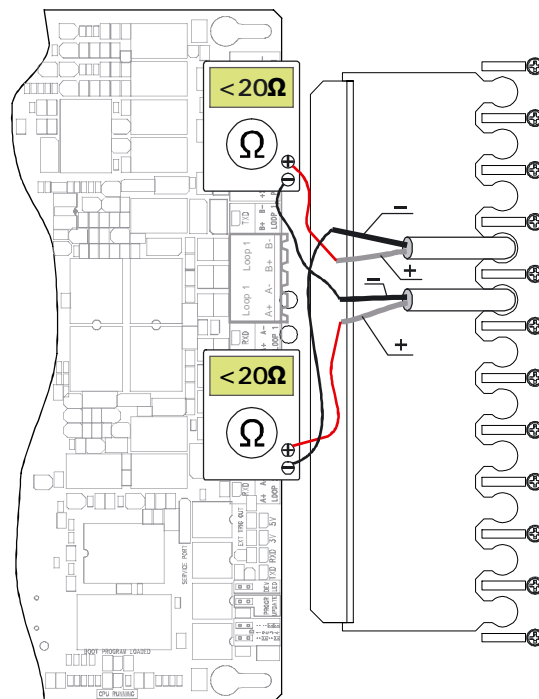

Рис.7
2. Измерьте сопротивление положительного проводника кабеля шлейфа от выхода до возвращаемого конца. Также измерьте отрицательный проводник. Сопротивления + и - проводников шлейфа сложенные вместе, могут быть максимум 40 Ом, а различие в сопротивлении между + и - проводниками не должно превышать 5 Ом (Рис.7). Возможные причины дефектов должны быть определены и устранены.